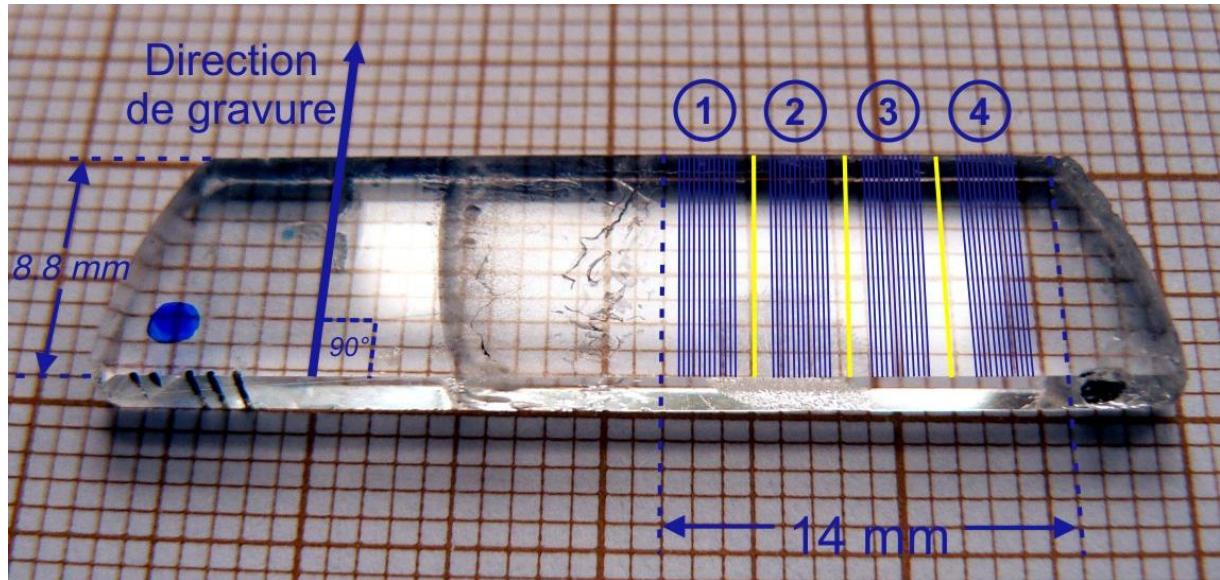

Figure 1. Détails de gravure, échantillon libellé L07_08
Description : Faire de la gravure **sur la face marqué avec un point d'encre bleu**, avec la scie, selon le modèle montré dans la figure 1 ci-dessus.
- Chaque group de 12 guides (libellés 1, 2, 3, 4) doit être séparé de son adjacent par un guide de 25 μm d'hauteur \times 100 μm de largeur (lignes jaunes dans la Fig. 1)